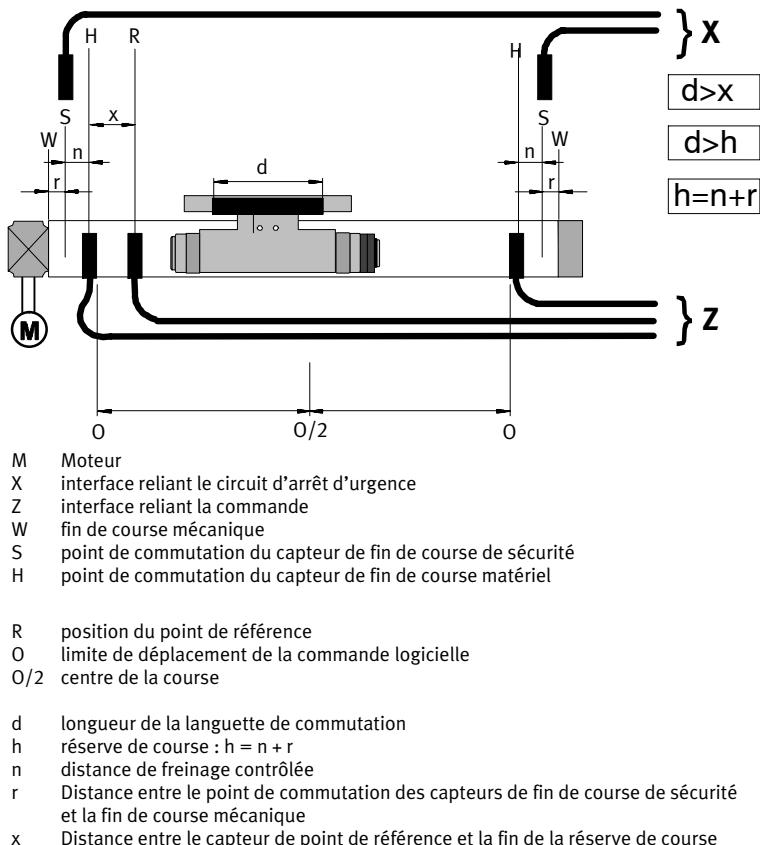

Fig. 38: Répartition schématique des capteurs de proximité
- Utiliser les languettes de commutation de longueur d (voir fig. 38).
1. Placer les **capteurs de fin de course de sécurité** sur les fins de course mécaniques (W) selon la fig. 38.
1. Pousser d'abord le chariot sur une fin de course mécanique (W).
2. Positionner ensuite le chariot à une distance h (réserve de course) de la fin de course mécanique (voir aussi fig. 38). Si nécessaire, desserrer temporairement l'accouplement.
Il existe un point sur lequel à la fois le capteur de point de référence et le capteur de fin de course matériel situé à proximité du moteur réagissent simultanément ($x < d$, voir fig. 38).